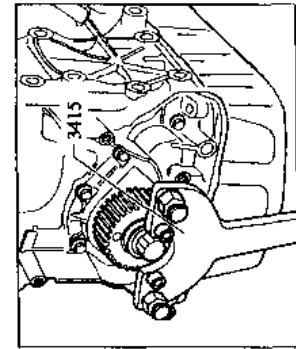

图 1-10 皮带轮的固定
2. 如图 1-10,用 3415 固定皮带轮,拆下曲轴齿形皮带轮。